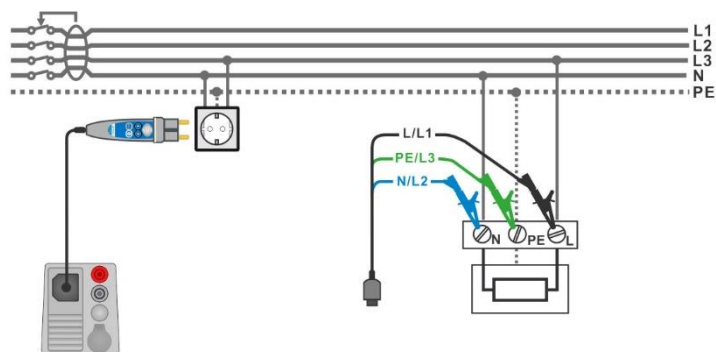

Abbildung 7.110: AUTO-TN (RCD)-Messung
- › Schließen Sie den 3-adrigen Prüfleiter oder den Commander-Prüfstecker am Prüfobjekt an, siehe **Abbildung 7.110**.